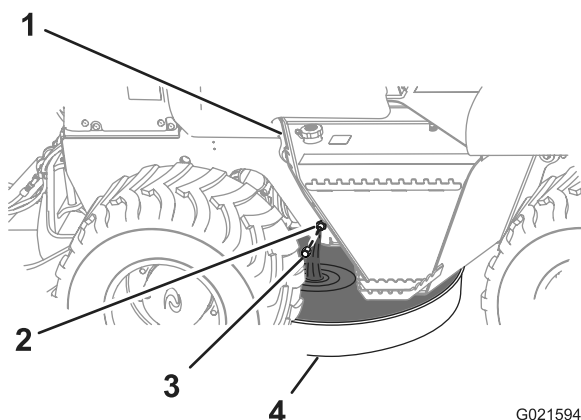

Рисунок 43
3. Установите сливной поддон с минимальной емкостью 8,4 л (8,9 кварты США) под штуцер слива масла из двигателя (Рисунок 43).
4. Снимите пробку со сливного штуцера и дайте моторному маслу полностью стечь (Рисунок 43).
6. Установите пробку на сливной штуцер (Рисунок 43).
1. Снимите крышку с маслозаливной горловины, потянув крышку вверх (Рисунок 43).